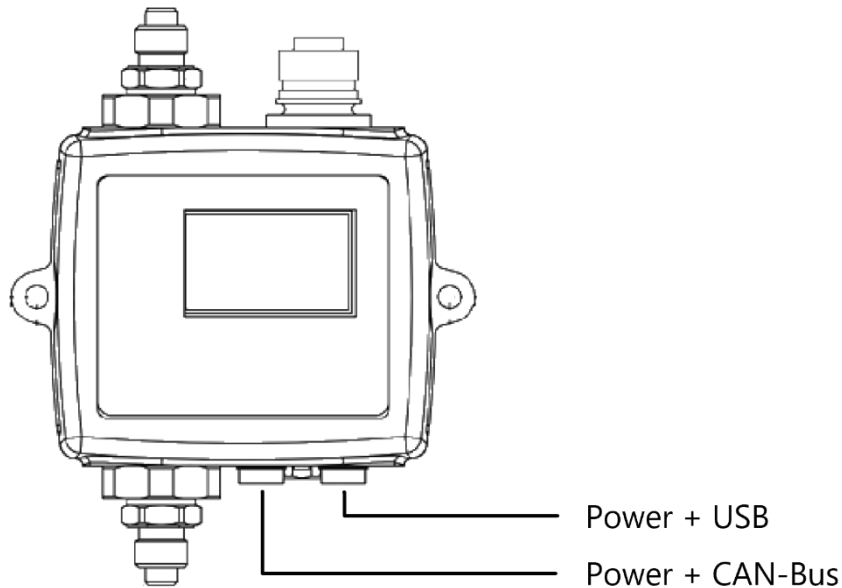

Abbildung 4: Unterschiedliche Anschlüsse am ICM 2.0 mit gleichem Steckertyp
**WICHTIG:** Den Stecker nicht in den rechten (Vorderansicht) der beiden Anschlüsse am *ICM 2.0* einstecken (siehe Abbildung 4), da dort keine kombinierte Stromversorgung und Datenübertragung stattfinden kann (dieser dient ausschließlich der Stromversorgung und Konfiguration des *ICM* mittels *ICM-USBi*).